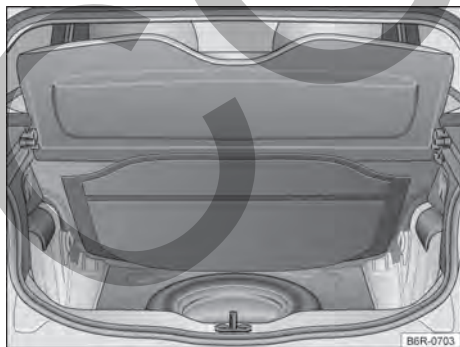

Fig. 98 En el maletero, debajo de la moqueta: rueda de emergencia y herramientas de a bordo.
Las herramientas de a bordo y la rueda de emergencia están ubicadas en el maletero, debajo de la moqueta → fig. 98.
- Levantar el revestimiento del maletero → fig. 98.